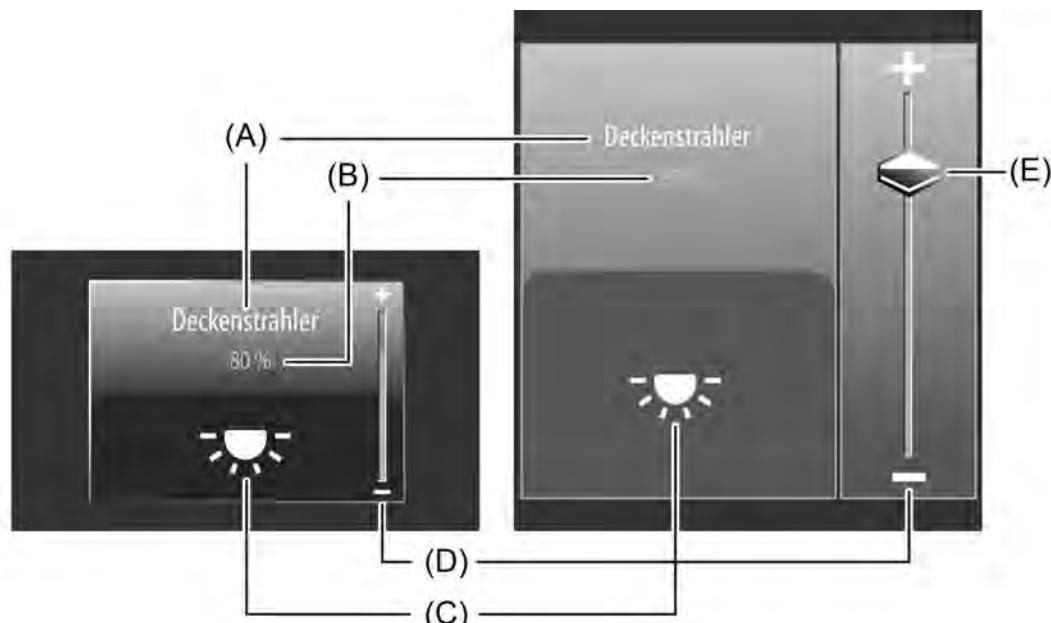

Bild 31: Beispiel für Bedien- und Anzeigeelement der Kanalfunktion "Dimmen (Helligkeitswert)"
Bei der Auswahlbedienung steht neben den Sensorflächen + oder - zur Bedienung von Schalt- oder stetigen Dimmvorgängen ein Slider (E) zur Verfügung (Bild 31). Über den Slider ist es möglich, grafisch unterstützt direkt Helligkeitswerte vorzugeben. Dazu kann der Slider durch Fingerdruck gesetzt oder kontinuierlich gezogen werden. Zum Setzen des Sliders muss der Sliderbereich an der gewünschten Helligkeitsstufe mit dem Finger berührt werden. Der Slider springt dann unmittelbar an die gewünschte Stelle. Zeitgleich sendet das Gerät den auf diese Weise vorgegebenen Helligkeitswert als Vorgabe auf den Bus aus.
Der Anzeigebereich enthält verschiedene Darstellungselemente (Bild 31), die durch ETS-Parameter beeinflusst werden. Jedem KNX Kanal kann in der ETS eine Bezeichnung vergeben werden (A). Diese Text-Bezeichnung wird im Anzeigeelement zentriert zur Anzeige gebracht, wodurch steuerbare KNX Funktionen für den Anwender kenntlich gemacht werden (z. B. "Deckenstrahler"). Zusätzlich kann unterhalb der Bezeichnung ein Statuswert (B) eingeblendet werden, der abhängig vom Objektwert der Dimmwert-Rückmeldung des angesprochenen Dimmaktors Helligkeitswerte im Klartext anzeigt ("0...100 %"). Solange nach einem Gerätereset noch kein Rückmeldungs-Objektwert empfangen wurde, zeigt der Statuswert "---%" an. Analog zum Statuswert kann im unteren Anzeigebereich ein Symbol (C) angezeigt werden. Es wird stets das Symbol "Beleuchtung" verwendet. Abhängig vom Dimmzustand wechselt die Ausprägung des Statussymbols, wodurch der Helligkeitszustand des gesteuerten KNX Kanals eindeutig abgelesen werden kann (: Beleuchtung AUS oder geringe Helligkeit, : Beleuchtung maximale Helligkeit, Zwischenwerte durch Symbol mit weniger Lichtstrahlen). Wahlweise können Statuswert und Symbol entfallen.